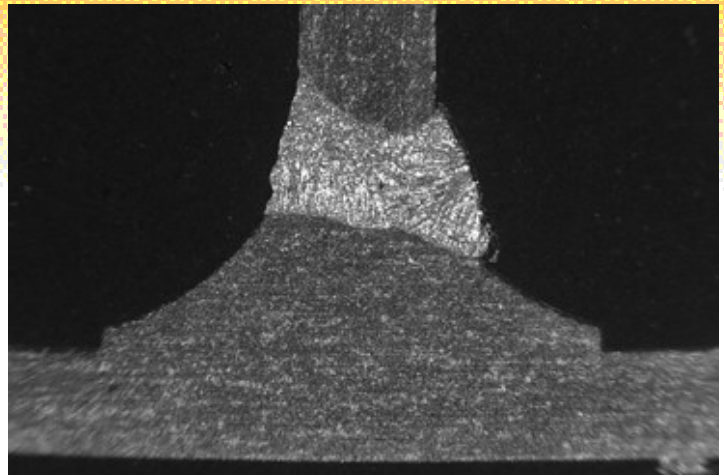

Fig. 4: soudure HLW bout-à-bout d'aluminium série 5xxx (1,8 mm) configuration à 7,8 m/min
- soudage alu série 5xxx - 1,8 mm en configuration bout-à-bout, soudé à 7,8 m/min (fig. 4);